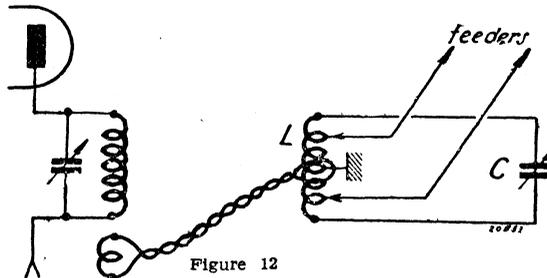

Figure 12
b) le branchement d'un aérien à feeder double symétrique se fera suivant la figure 12; on réalise un circuit anti-résonnant LC accordé sur la même λ que le circuit de sortie, excité par une ligne torsadée à basse impédance et spires de couplage couplées aux parties « froides » des selfs.